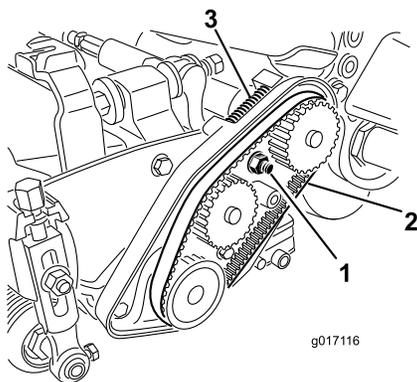

Figura 43
- A. Allentate il dado di montaggio della sede del cuscinetto (Figura 43).
- C. Pulite da qualsiasi detrito l'interno della sede della cinghia e l'area attorno alla molla di compressione (Figura 43).